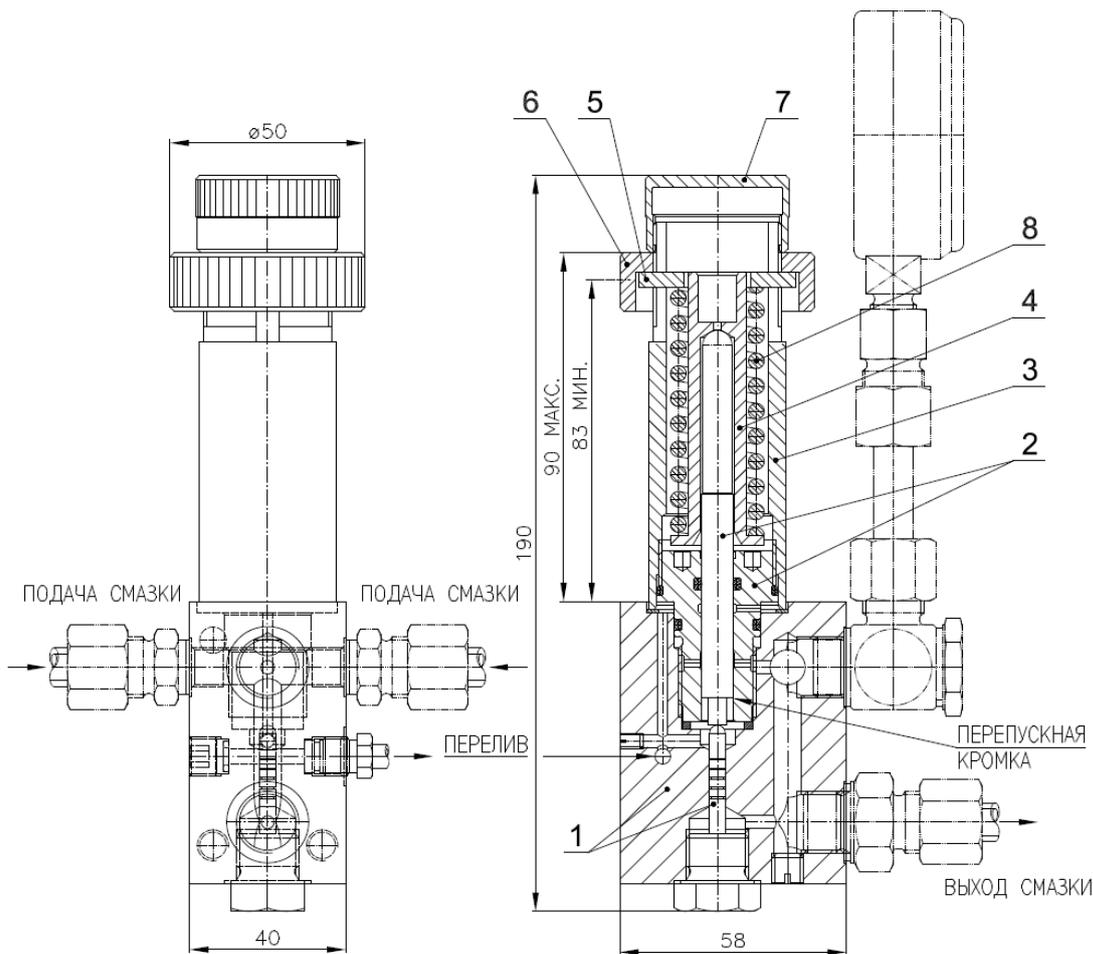

Рисунок 5 Перепускной клапан
Давление смазки, при котором происходит перепуск смазки обратно в резервуар, настраивается с помощью регулировочной гайки (6) – Рис. 5. При закручивании регулировочной гайки увеличивается усилие пружины сжатия (8) и, следовательно, требуется более высокое давление для подъема перепускной кромки регулировочного поршня к перепускному отверстию.